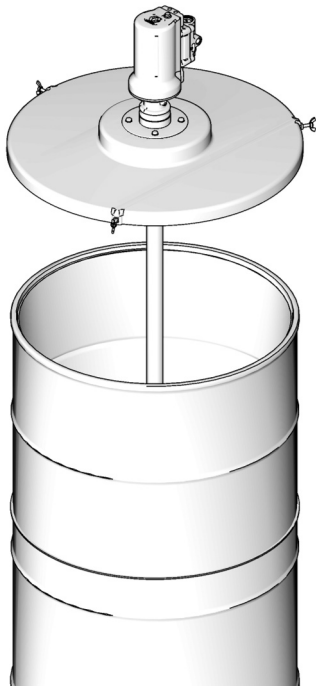

ABB. 9
7. Den hängenden Schlauch der Pumpe durch die Mitte der Gummiflutung in die Nachläuferplatte einführen (ABB. 9).